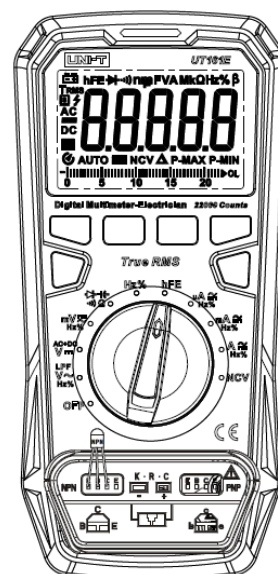

Рисунок 12
9. Тестирование транзистора (UT161E, см. рисунок 12)